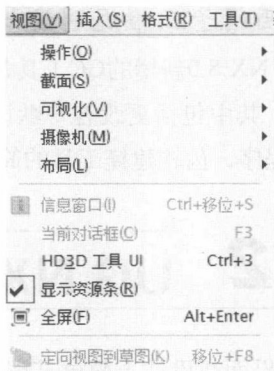

图1-5 “视图”菜单
- 视图：该菜单用于控制绘图工作区中图形的视图状态，还可以使用“可视化”子菜单对图形进行渲染，如图1-5所示。